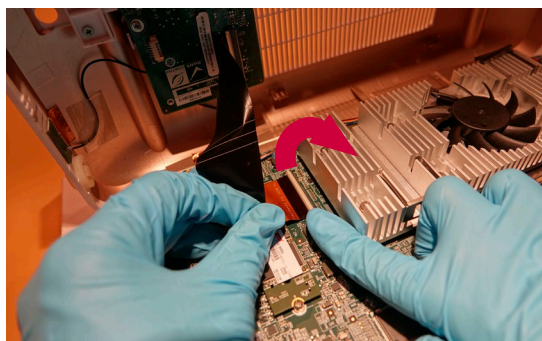

Figure 11 - Débrancher le câble FPC
j) Dégager le câble FPC (Figure 11)